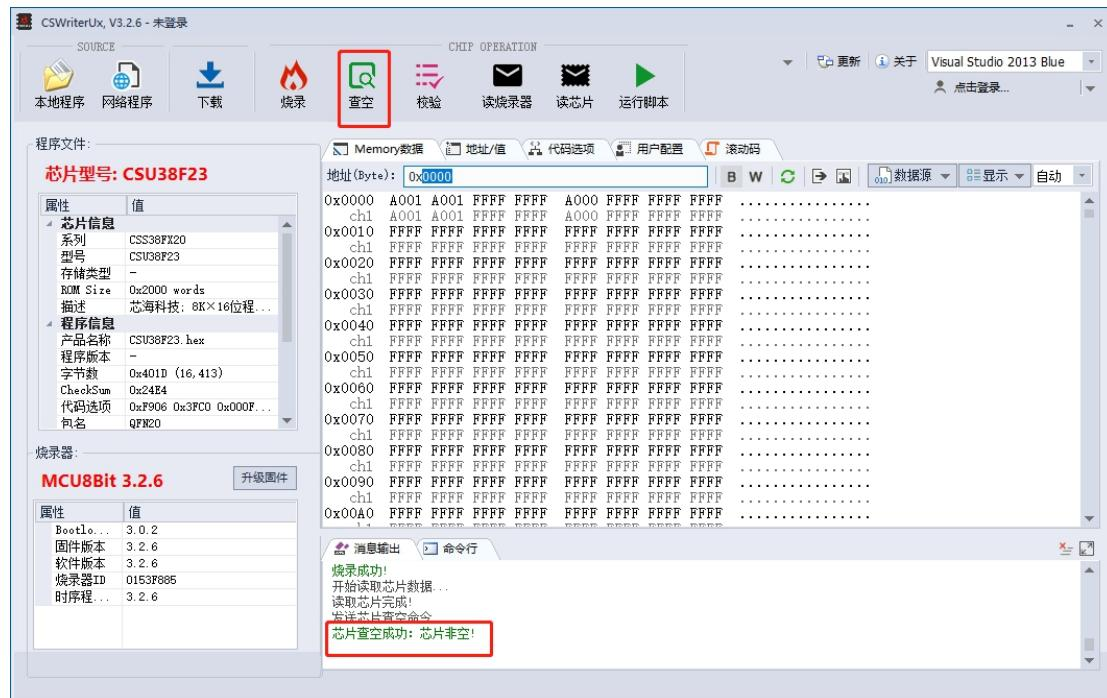

图 7 上位机“查空”界面
(4) PC 上位机点击“查空”，能够正常进行空片检查，即芯片为空片时，上位机显示“芯片为空”，否则显示“芯片非空”，如图 7 所示。